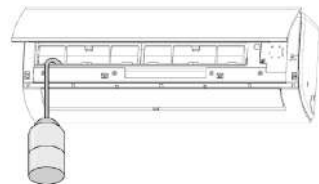

fig. 22 -
- To check drainage, pour water in the condensation drain tray ("fig. 22 -").